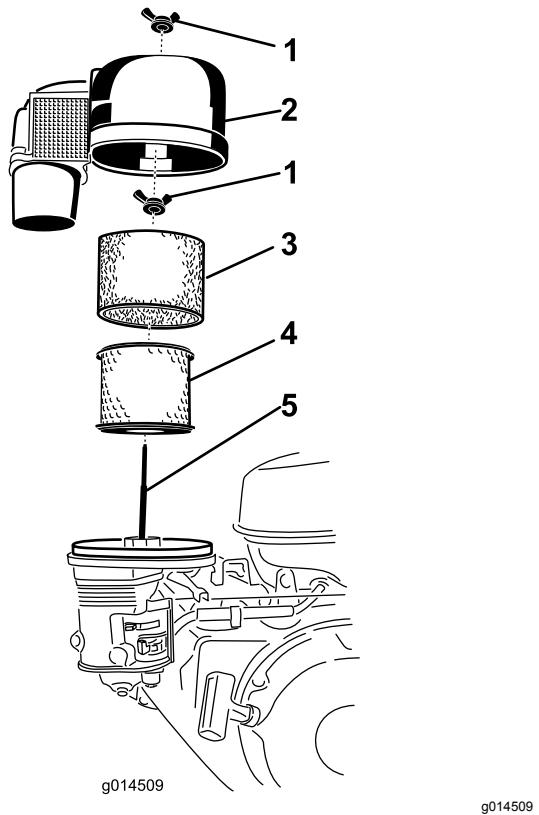

Bild 15
- Nehmen Sie die Flügelmutter ab und heben Sie die Luftfilterabdeckung mit der Luftfilterhaube ab (Bild 15).
- Entfernen Sie den Schaumeinsatz (Bild 15).
- Entfernen Sie die Flügelmutter oben am Papiereinsatz und nehmen Sie den Papiereinsatz ab (Bild 15).
- Reinigen Sie den Papiereinsatz durch leichtes Klopfen, um Staub herauszurütteln. Wechseln Sie das Paperelement aus, wenn es sehr schmutzig ist (Bild 15).